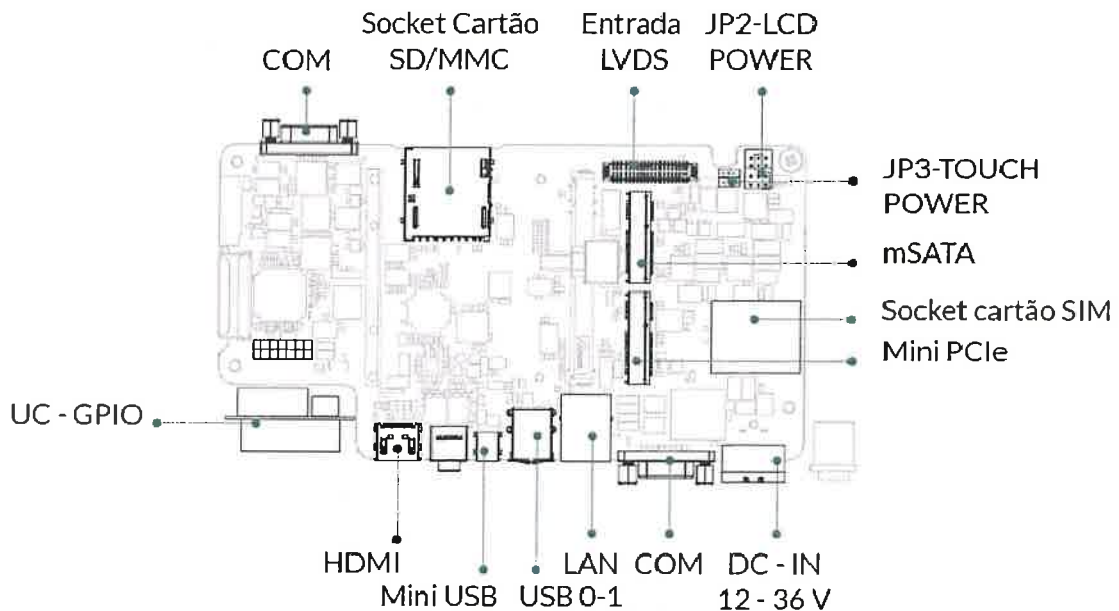

Figura 15 - Placa principal da UC (DES0013).
Consulte a Figura 15 para localizar o *socket* do cartão SIM onde este deverá ser colocado.
10. Localizar o *socket* SIM - Figura 15;